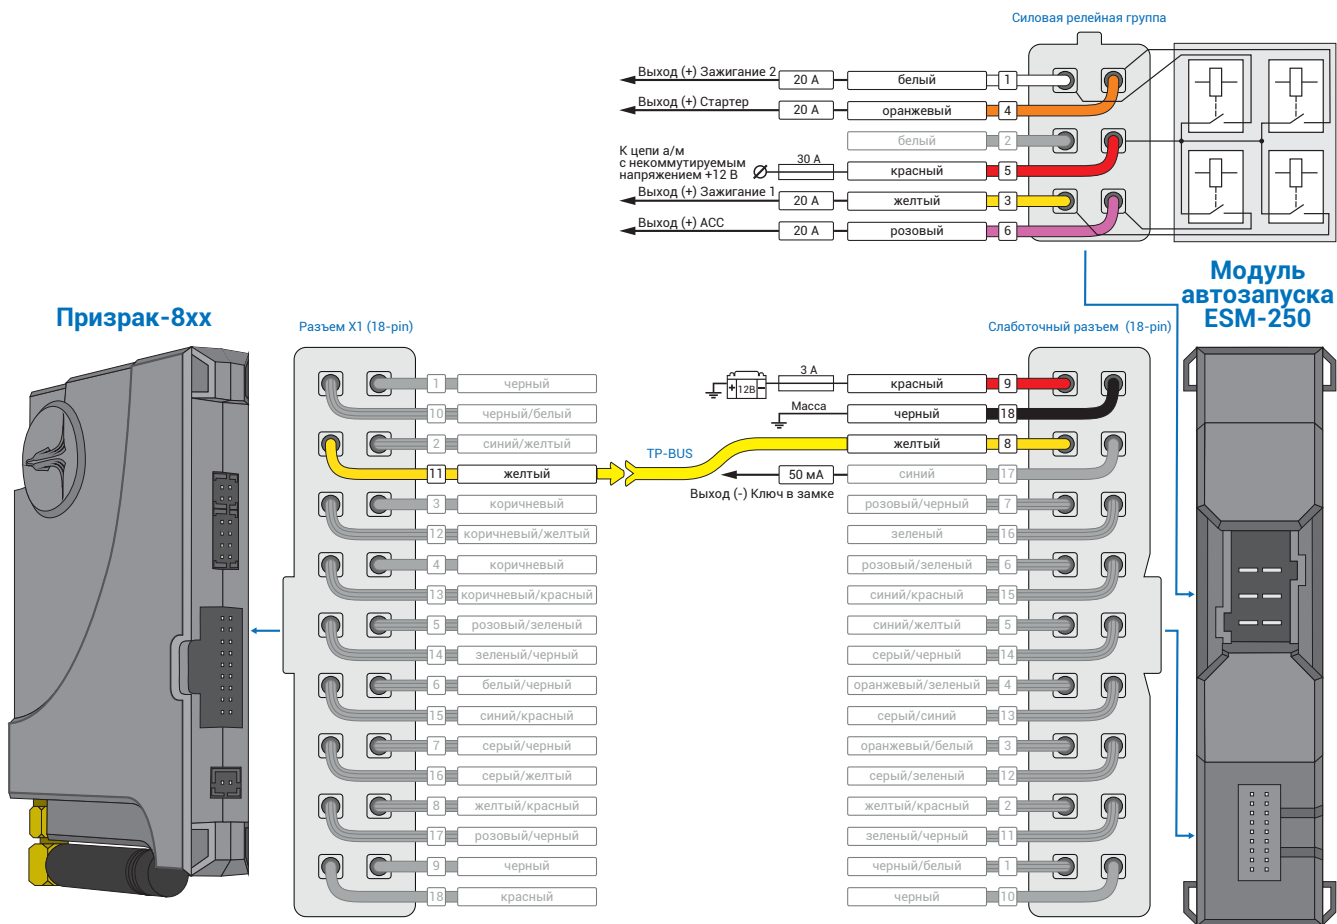
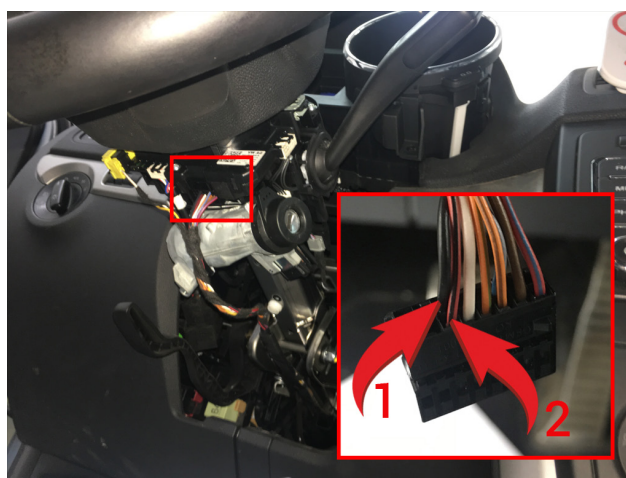

Рис.4 Подключение модуля автозапуска ESM-250
Рис.5 Место подключения к цепям запуска двигателя
2. Подключите модуль автозапуска ESM-250 – выводы модуля, которые требуется подключить выделены на рис. 4. Подключение к автомобилю производится в разъеме под рулем (см. рис. 5).